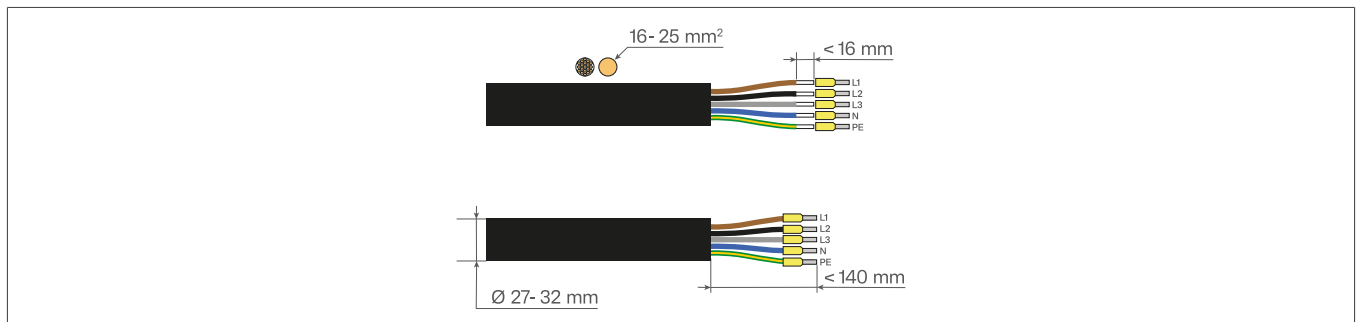

Bild 24: Energiezähler-Leitung
- 1 Den Mantel und die Adern der Leitung (flexibel oder starr) abisolieren (siehe Bild 24).